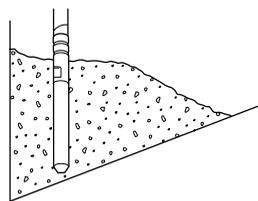

図 4
- (4) 斜面にコンクリートを打ち込む場合、下方から打ち始めてください。新しく打ったコンクリートの重みと振動で良く締まります。(図 4)